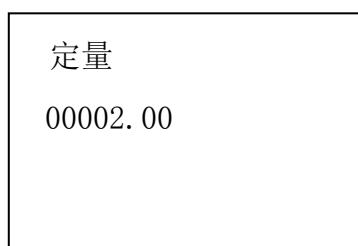

图 7 定量设置界面
(3) 进入“信号”（早期版本为“自动”）模式，可跟踪外部 4-20mA 外部信号，4mA 对应 20Hz，20mA 对应 60Hz，小于 4mA 时进入停机状态。4-20mA 线性对应于 20—60Hz（注意略有误差）。
(4) 进入“定量”模式，显示定量值，如图 7 所示，出厂值为 2 升 (L)，最大值为 99999.99 升 (L)。